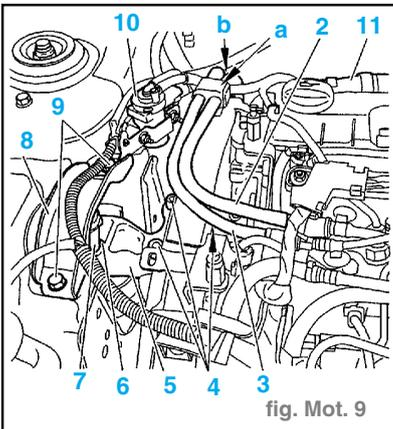

fig. Mot. 9
- le tube d'arrivée de carburant (2), (fig. Mot. 9)
- le tube retour carburant (3).